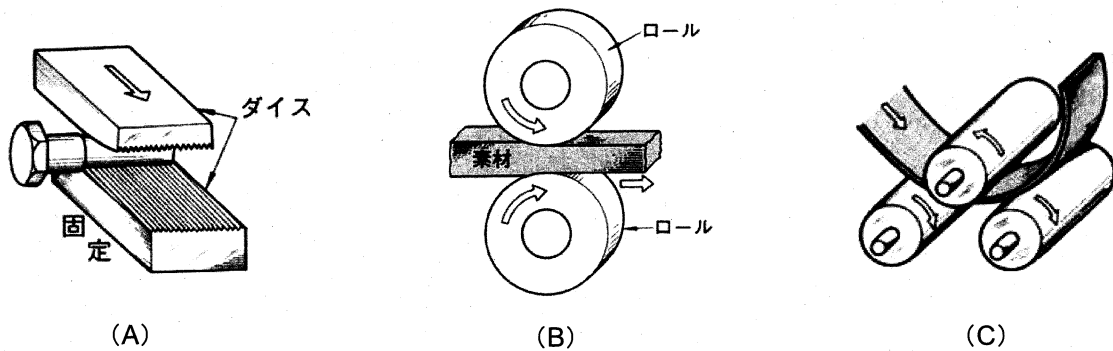

図4 いろいろな塑性加工法
(2) 図4はいろいろな塑性加工法の模式図である。圧延、ロール曲げの模式図はどれかを A~C の記号で答えよ。